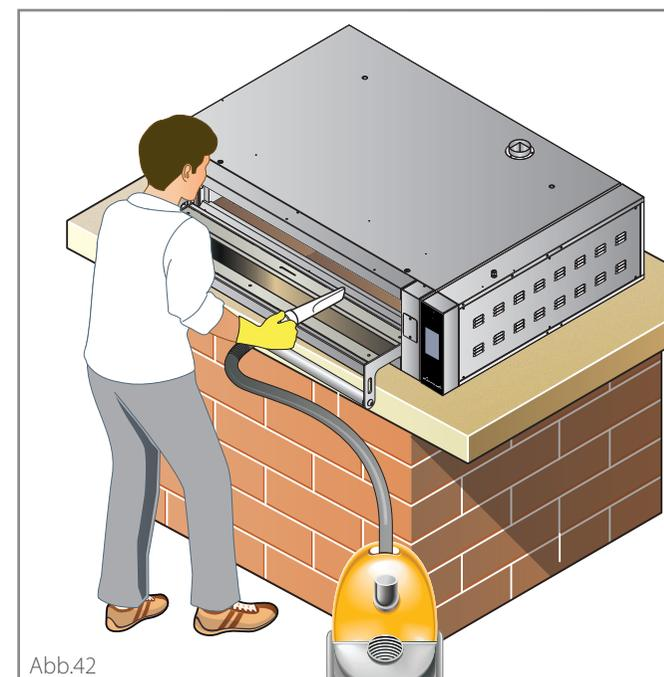

Abb.42
- ① Taste **ON/OFF**  anklicken (bei ausgeschaltetem Ofen)
- ② Taste **PYROLYSE** anklicken
- ③ Bestätigen mit **OK**: Das Aufheizen der Backkammer startet und erfolgt bis zum Erreichen der Temperatur von 400 °C (752 °F). Danach wird die Funktion unterbrochen und der Ofen automatisch ausgeschaltet, ohne dass ein Eingriff des Benutzers erforderlich ist. Zum vorzeitigen Blockieren der Funktion erneut die Taste Pyrolyse drücken oder den Ofen mit der Taste **ON/OFF**  abschalten.
- ④ Die Kammer nach Abkühlen des Ofens mit einer Naturfaserbürste von kristallisierten Lebensmittelresten reinigen und diese anschließend mit einem Aschesauger entfernen
- Abb.42